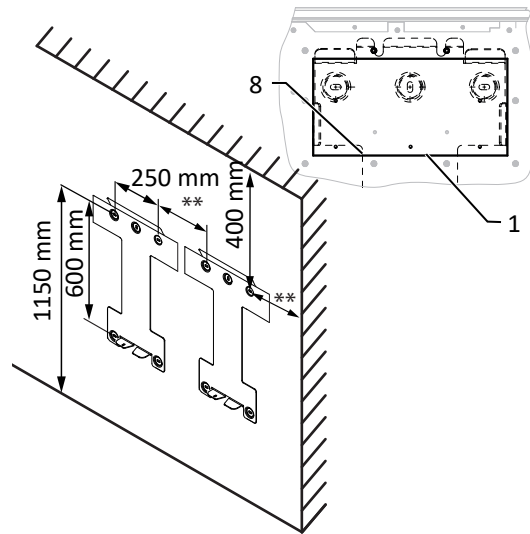

Abb. 14: Wandmontage
- Mindestabstände bei der Montage: [Siehe Abbildung 14 [► Seite 20]]
2. Gerät über die Gehäuseaussparung auf der Geräterückseite in die Halterung einhängen ([Siehe Abbildung 14 [▶ Seite 20]]).